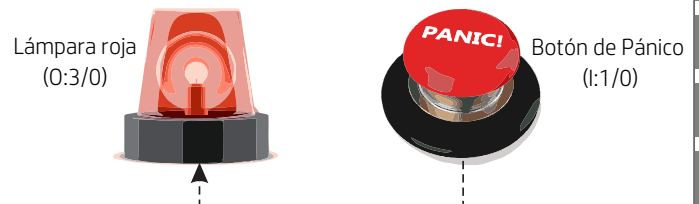

Figura 4. Diagrama de direcciones
- Desarrolle una rutina de automatización en LD IEC 61131-3 empleando la herramienta de desarrollo RSLogix 500 para implementar el control para la oscilación de la lámpara con un intervalo de 2 segundos para el encendido y 1 segundo el apagado. Si la lámpara se activó 10 veces esta deberá quedar permanentemente encendida. Deberá de usar las direcciones mostradas en la Figura 4.